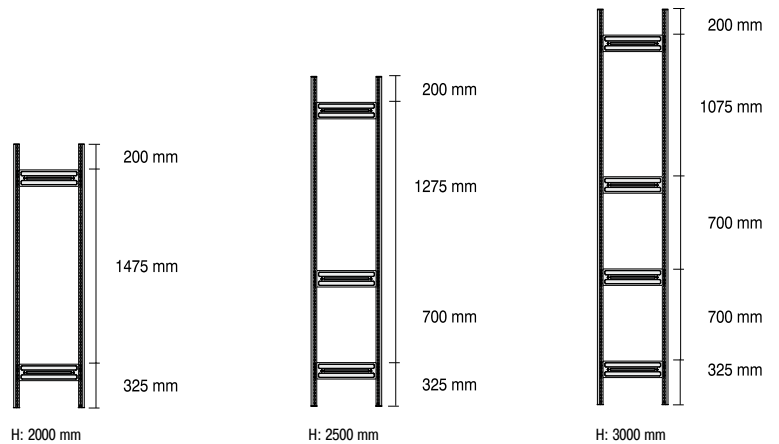

Abb. 2
- (NL) Aanbouwstellingen worden op dezelfde manier aan de reeds aanwezige basisstelling opgebouwd.
- (GB) Shelf extensions are attached in the same ways to the standing basic shelf.
- (D) **Aufbauanleitung**
- (F) **Notice de Montage**
- (NL) **Handling voor montage**
- (GB) **Assembly instruction**
- (D) Zwei Stützprofile im Abstand der Stützenverbinder anordnen (Abb. 1). Stützenverbinder entsprechend Abb. 2 (die Pfeile zeigen in Richtung des Fußbodens) einsetzen und mit einem Gummihammer o.ä. in die Stützprofile einschlagen.
Achtung! Die Fixierprägung der Stützenverbinder (Abb. 2 a) muss auf beiden Seiten in die Stützprofile einrasten (Abb. 3 a).
Attention! Les connexions d'appui (fig. 2 a) doivent s'enclencher des deux côtés des profilés d'appui (fig. 3 a).
- (NL) Twee steunprofielen op de afstand van de steunverbindingsstukken plaatsen (afb. 1). Steunverbindingsstukken overeenkomstig afb. 2 (de pijlen wijzen in de richting van de vloer) inzetten en met een rubberen hamer of dergelijke in de steunprofielen slaan.
Opgelet! De fixeeradhesie van de steunverbindingsstukken (afb. 2 a) moet aan beide kanten in de steunprofielen sluiten (afb. 3 a).
- (GB) Arrange two support frames at the correct distance for the support connection (fig. 1). Fit the support connections as shown in fig. 2 (the arrow points in the direction of the ground) and use a rubber hammer (or similar) to tap them into the support frames.
Attention! The locking pieces for the support connections (fig. 2 a) must be snapped in position on both sides in the support frames (fig. 3 a).